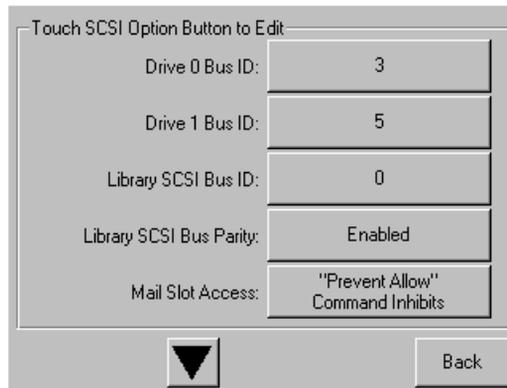

Figura 22: Pantalla del campo de datos Drive 0 bus ID (se muestra el modelo de dos unidades)
- d. Toque en **OK** (Aceptar) para confirmar. Aparecerá un nuevo ID SCSI en el campo de datos Drive 0 Bus ID (consulte la Figura 22).